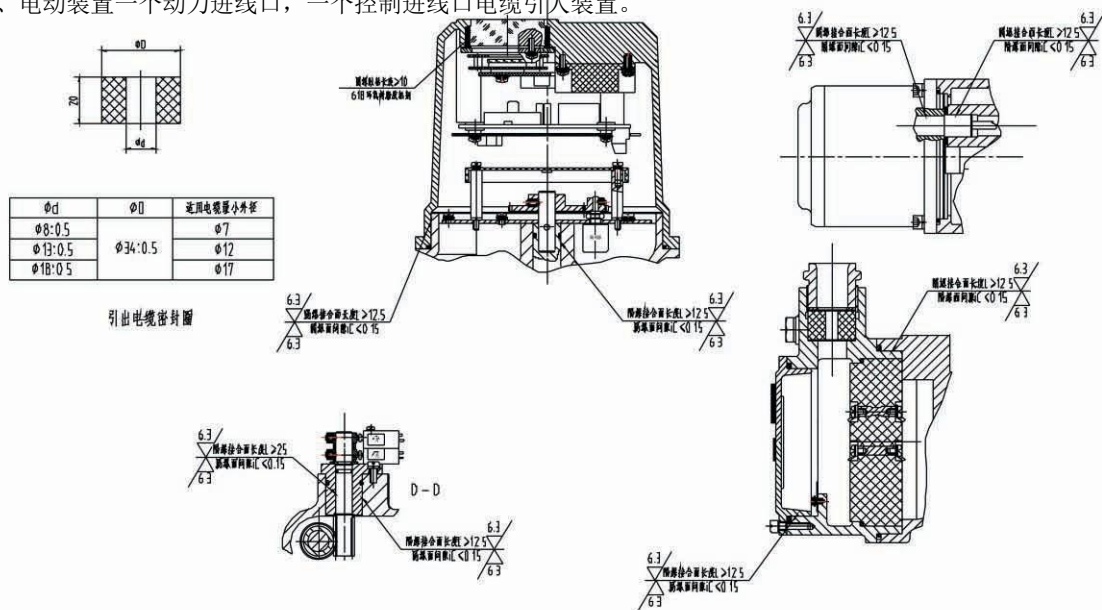

图2 隔爆结构图
5.3.2.1、组成电动装置外壳的隔爆接合面应符合GB/T3836. 2-2021第5章的规定，隔爆结构见图2；
5.5、引入电动装置接线盒的电缆最小直径分三种φ 7.5、φ 12.5、φ 17.5，分别对应进线口处所用的三种弹性密封圈φ 8、φ 13、φ 18（见图2），进线口不引入电缆时，需装入钢质堵板，以防止形成对外的通孔。
本装置的安装形式无原则要求，但电机应处于水平状态，电气箱罩应处于水平或垂直向上状态，这样有利于润滑、调试、维护和手动操作。安装时应保证维修检查人员拆卸各部件所需的空间。安装拆卸调试时不可损伤密封面、密封件和隔爆电装的隔爆面（见图2），并应在隔爆面上涂防锈油。